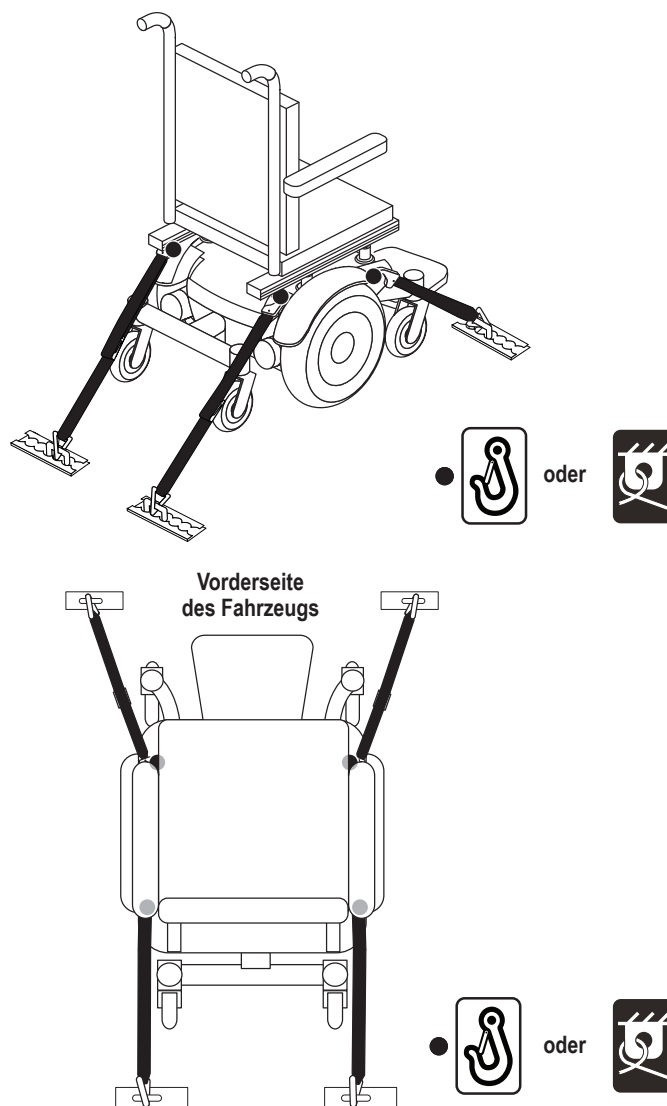

Bild 7. Sicherungspunkte des Befestigungssystems (Transport ohne Rollstuhlfahrer)
- Positionieren Sie die Ankerpunkte für die hinteren Sicherheitsgurte direkt hinter den hinteren Sicherungspunkten des Elektrorollstuhls. Die vorderen Sicherheitsgurte müssen an Ankerpunkten am Boden befestigt werden, deren Abstand die Breite des Elektrorollstuhls übertrifft. Dadurch wird eine höhere Seitenstabilität erreicht. **Siehe Bild 7.**